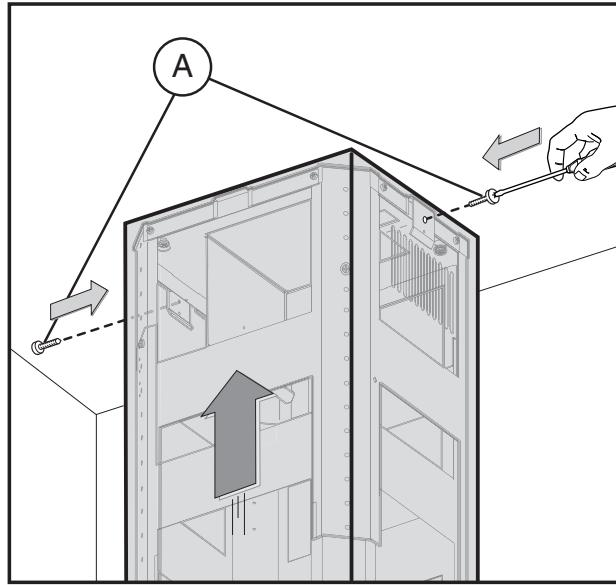
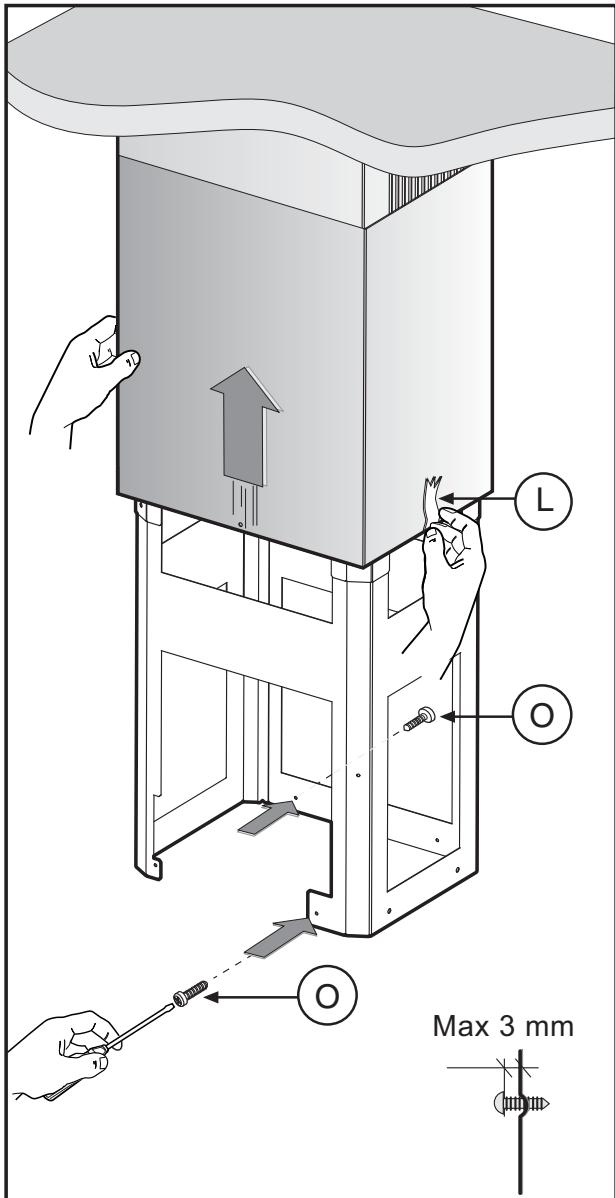
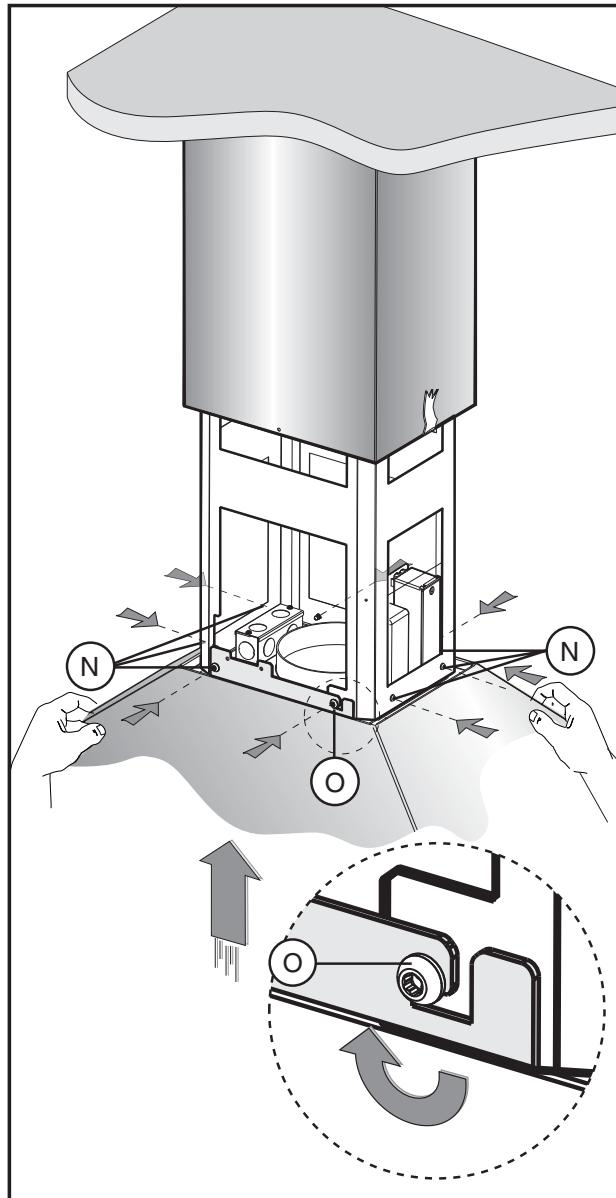

Fig.7
Fig.8
Fig.9
- Prendre le conduit de fumées supérieur et le fixer à la structure à l'aide des 2 vis **A** (**Fig.7**). Assembler le conduit de fumées inférieur avec le conduit supérieur et le fixer attentivement avec du ruban adhésif **L** (**Fig.8**).
- Visser les 2 vis **O** (**Fig.8**) de 3 mm au maximum. Insérer le groupe d'aspiration à l'intérieur de la structure en faisant attention à ce que les vis **O**, aillent se placer avec les orifices fendus dans la partie inférieure comme c'est indiqué dans la (**Fig.9**).
- Visser les 4 vis **N** (fournies avec l'appareil) et serrer les 2 vis **O** (**Fig.9**).
Fig.8: Les filtres **C** doivent être appliqués au groupe aspirant situé à l'intérieur de la hotte en les plaçant au centre de celui-ci et en les tournant de 90 degrés jusqu'au déclic de blocage.